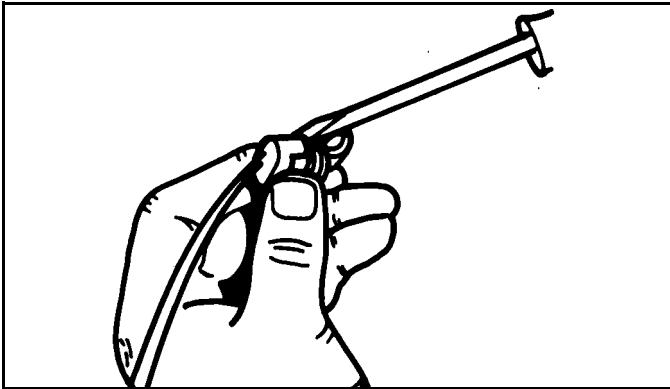

Abb. 3-13
2. Den Halter am Drahtende des Anschlusses mit einem Schraubenzieher entfernen. (Siehe Abb. 3-13)